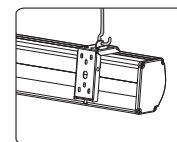

图17
4. 将银幕挂在螺旋挂钩后，然后再检查挂钩的安全性，必要时采取合理的方式确保银幕在任何情况下都不会从挂钩上意外滑落。（如图 17）